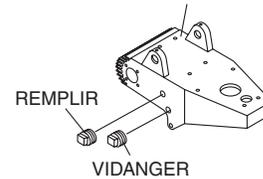

Figure 8. Bouchons d'huile de boîte d'engrenage
1. Vérifier le niveau d'huile des deux boîtes d'engrenage en retirant le bouchon situé sur le côté de la boîte d'engrenage. Voir la figure 8.